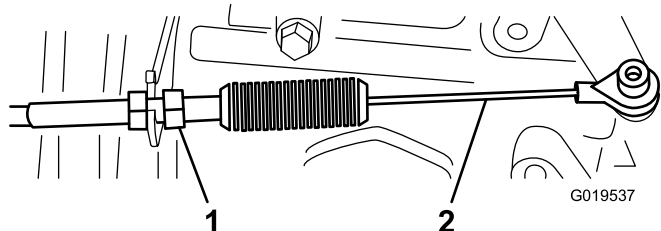
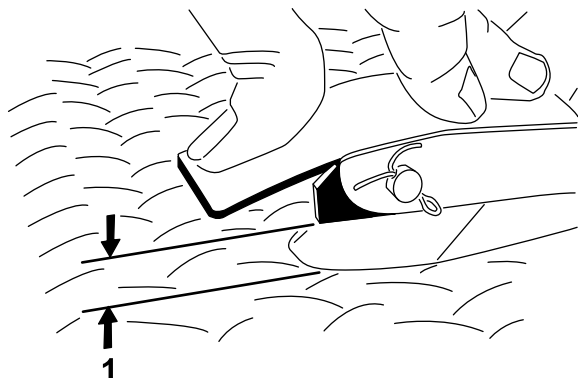

Рисунок 67
Рисунок 68
2. Отрегулируйте шаровой шарнир на тросике акселератора (Рисунок 67) таким образом, чтобы зазор между рычагом педали акселератора и верхом доски пола с ромбовидным рисунком составлял от 2,54 до 6,35 мм (Рисунок 68), когда к центру педали прикладывается усилие 11,3 кг. Затяните контргайку.